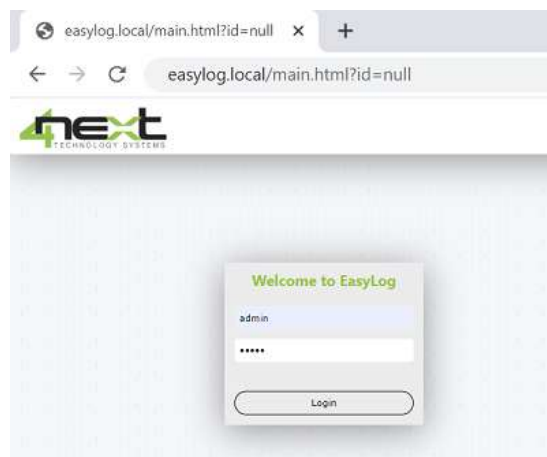

Fig. 7 Login
La prima schermata (Fig. 7) è la pagina di autenticazione tramite nome utente e password. I valori di default sono:
I valori di default sono **Username:** admin **Password:** admin (Fig. 7)
13. Selezionare "Network" dal menu Configurations per impostare i parametri di rete di EasyLogXL in conformità con quelli della vostra rete Ethernet. Per esempio, se nella schermata originale di Fig.7 l'indirizzo IP era 192.168.10.1, impostare EasyLogXL su 192.168.10.100 (esempio in Fig. 15)